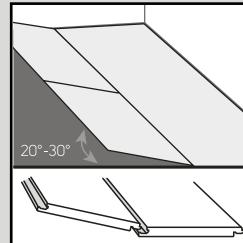
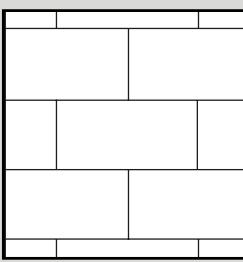
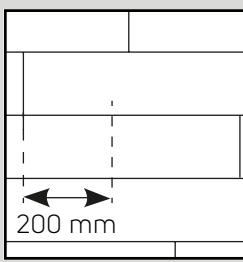

Fig. 3
Fig. 3a
Fig. 3b
- Commencez la deuxième rangée en emboîtant la languette dans la rainure qui tient la lame à un angle d'environ 30°. Poussez ensuite fermement la lame/dalle dans la rainure de la première rangée. Posez la lame/dalle suivante en emboîtant la languette dans la rainure le long du bord court. Présentez ensuite la languette dans la rainure sur le côté long, en inclinant les lames/dalles pour qu'elles s'emboîtent (Figure 3). Il convient de poser les dalles et les lames en « décalé » pour faire en sorte que les quatre coins ne se touchent jamais (Figure 3a et Figure 3b).